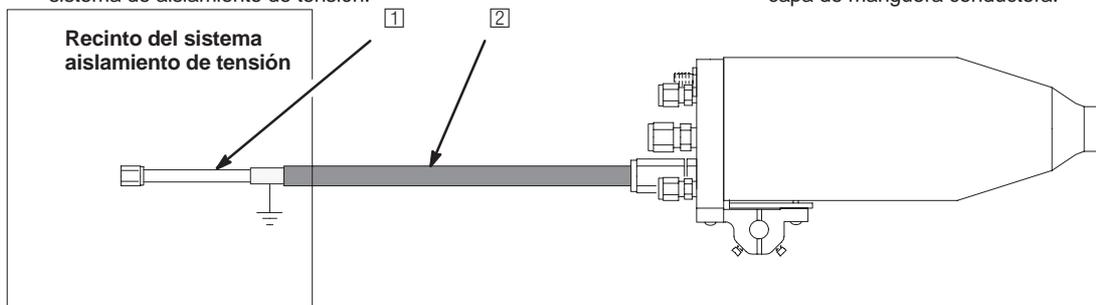

Fig. 13
- La pistola de pulverización PRO 5500wb es un aparato homologado "Factory Mutual" para ser utilizado con el sistema de aislamiento "Graco Fence". La pistola de pulverización también está homologada para ser utilizada con otros sistemas de aislamiento de tensión homologados "Factory Mutual" siempre que se instale la manguera de producto tal como indica la Fig. 13.
- Conecte el otro extremo de la manguera a la alimentación de producto provista de aislamiento. Vea la Fig. 13.
Para reducir el riesgo de descargas eléctricas, las zonas de la manguera del producto acuoso que resulten accesibles para el personal deben estar recubiertas por una capa de manguera conductora. La zona de la manguera que no está cubierta por una capa de manguera conductora debe estar dentro del recinto destinado al sistema de aislamiento de tensión. Vea la Fig. 13.